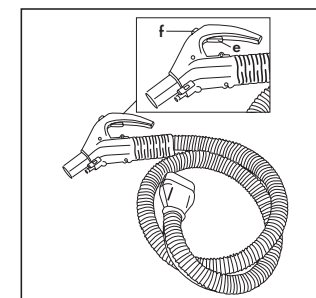

Fig. 14
- Accendere la macchina tramite l'interruttore generale (4).
- Premere il tasto di comando aspirazione (f) posto sull'impugnatura del flessibile (d), per attivare o disattivare la funzione di aspirazione. Fig. 14
- Accendere la macchina tramite l'interruttore generale (4) e premere l'interruttore caldaia (5). Attendere l'accensione della spia verde macchina pronta (8) prima di procedere all'utilizzo.
- Regolare il flusso del vapore mediante volantino (6) posto sull'apparecchio ruotando in senso orario per aumentare il flusso ed in senso antiorario per diminuire il flusso vapore.
- Premere il tasto di comando vapore (e) posto sull'impugnatura del flessibile (d), per attivare o disattivare la funzione di erogazione del vapore. Fig. 14